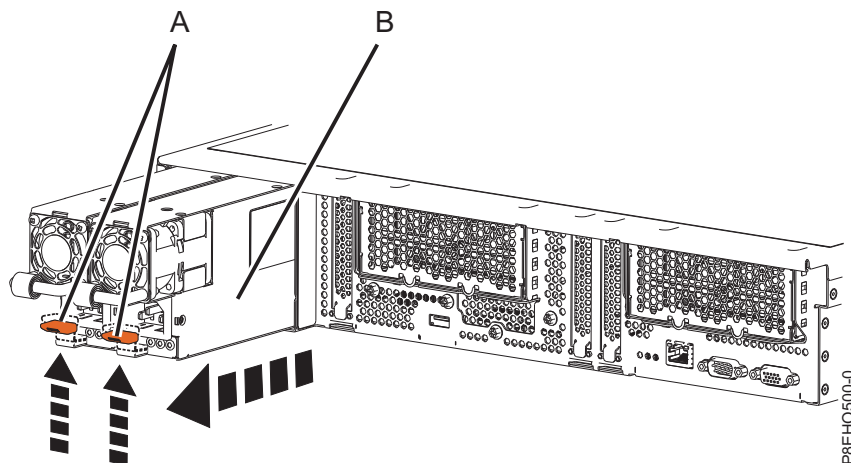

Figura 76. Removendo uma fonte de alimentação do sistema
- a. Para desprender a fonte de alimentação de sua posição no sistema, puxe para cima a guia de travamento terracota (A). Consulte Figura 76 na página 112.
- b. Segure a alça da fonte de alimentação com uma mão e empurre a fonte de alimentação (B) parte do caminho para fora do sistema.